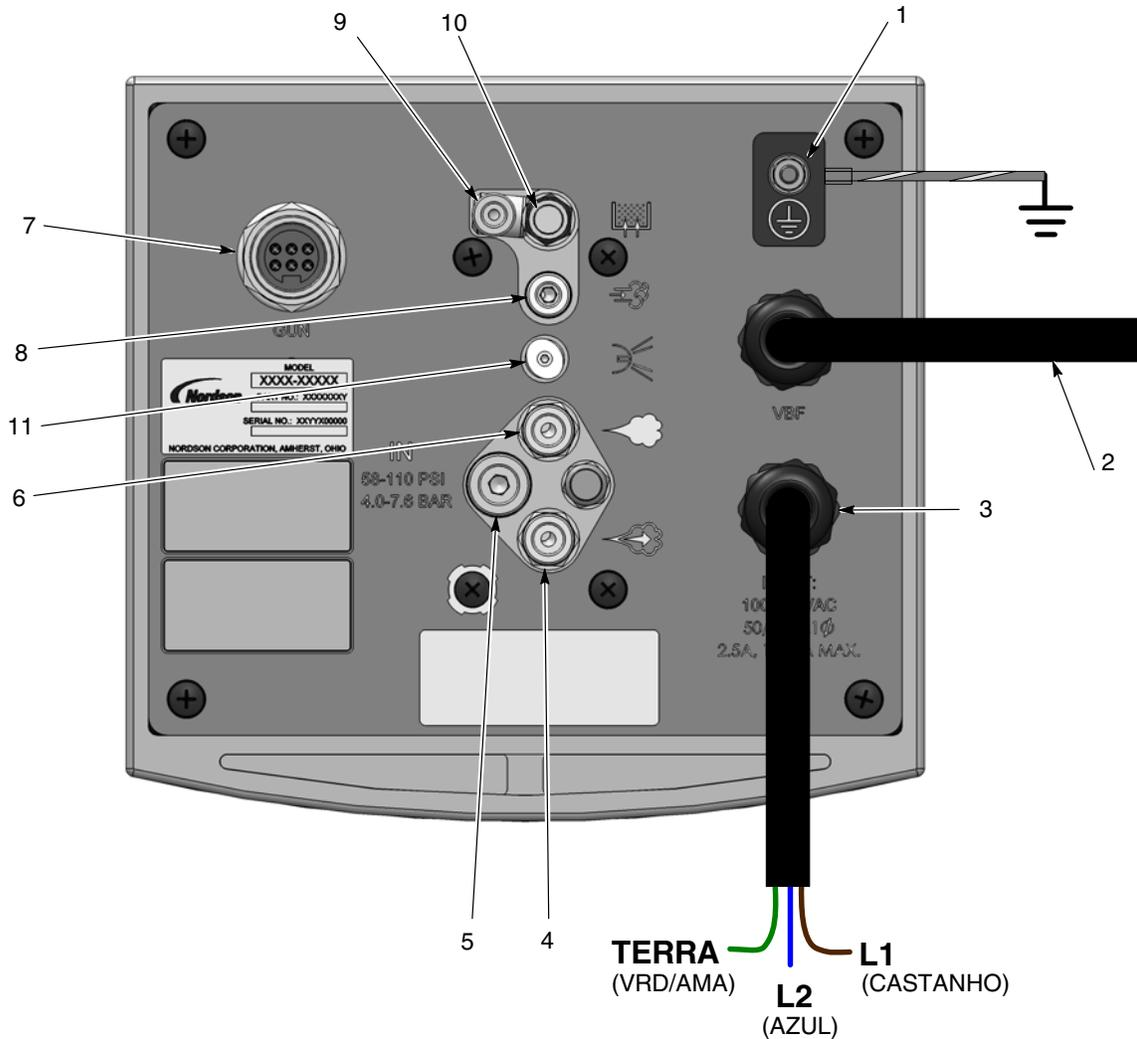
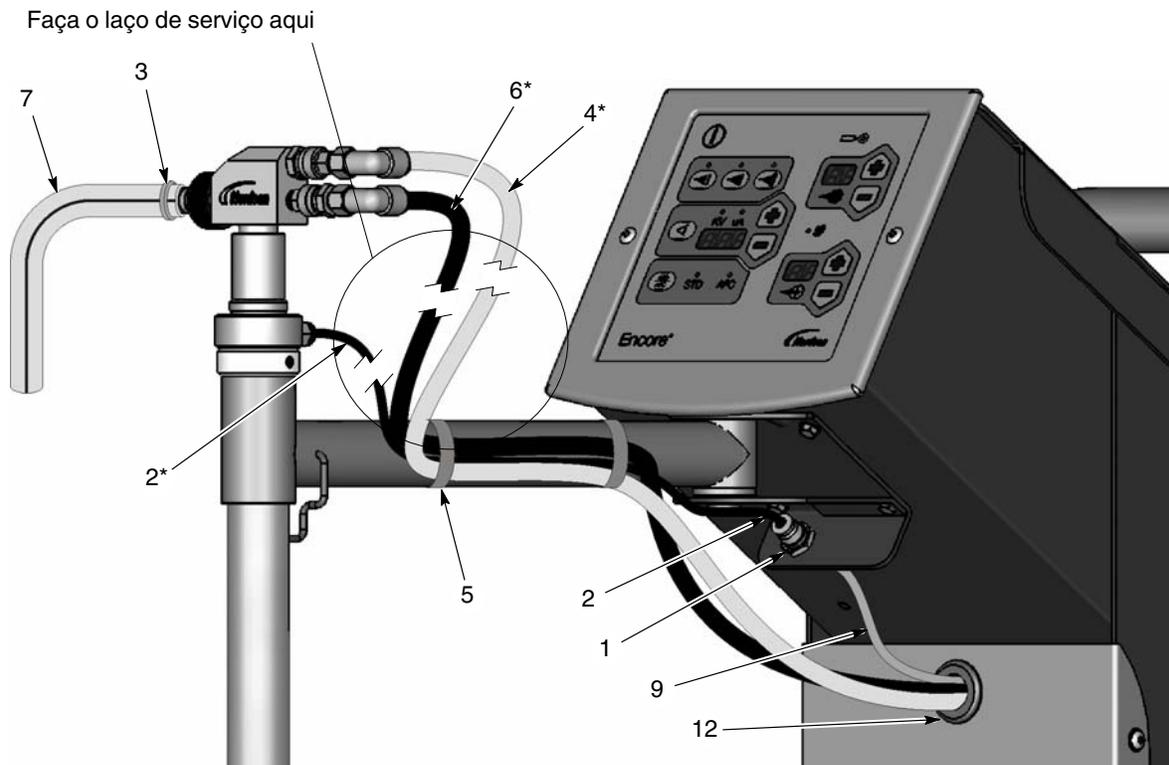
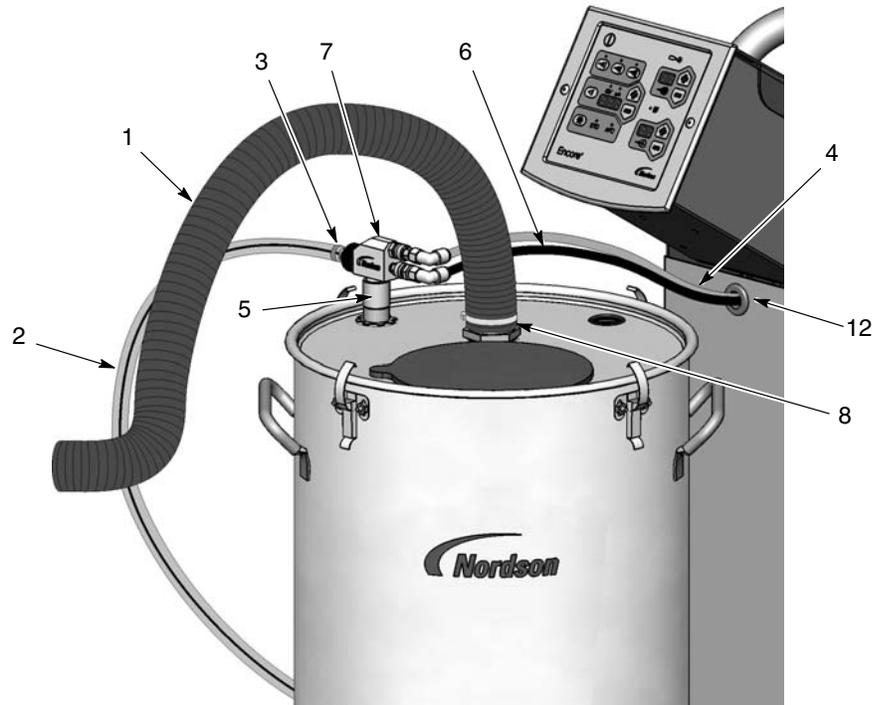

Figura 3-4 Ligações do controlador de pistolas Encore LT
Figura 3-8 Tubo captador de pistola Encore LT e instalação da bomba
Figura 3-9 Sistema móvel Encore LT com alimentador - montagem do alimentador e da bomba
7. Consulte a figura 3-4. Ligue os tubos de comprimentos curtos ao controlador:
- Tubo azul de ar de atomização de 8 mm (4)
- Tubo preto de ar de transporte de 8 mm (6)
- Tubo azul de ar de fluidificação de 6 mm (9)
8. Consulte a figura 3-8. Disponha os tubos (4, 6, 9), como ilustrado, através do aro situado no painel dianteiro da torre do carro.
- Tubo azul de ar de atomização de 8 mm (4) para a união superior da bomba
- Tubo preto de ar de transporte de 8 mm (6) à união inferior da bomba
- Tubo azul de ar de fluidificação de 6 mm (9) à união da anteparas (1)
- Tubo preto de ar de fluidificação de 6 mm (2) à união do tubo captador.
- Mangueira de pó (7) à bomba — fixa com a braçadeira de mangueira (3)
3. Consulte a figura 3-4. Ligue os seguintes tubos ao controlador:
4. Consulte a figura 3-9. Disponha do tubo de ar de atomização (4) e de ar de transporte (6) através do aro (12) situado no painel dianteiro da torre do carro.
5. Disponha o tubo do ar de fluidificação (9) através da torre e para fora da parte dianteira inferior.
7. Monte a bomba (7) no suporte da bomba (5) com um ligeiro movimento de rotação. Ligue o tubo de ar de fluidificação e o de atomização à bomba, como ilustrado.